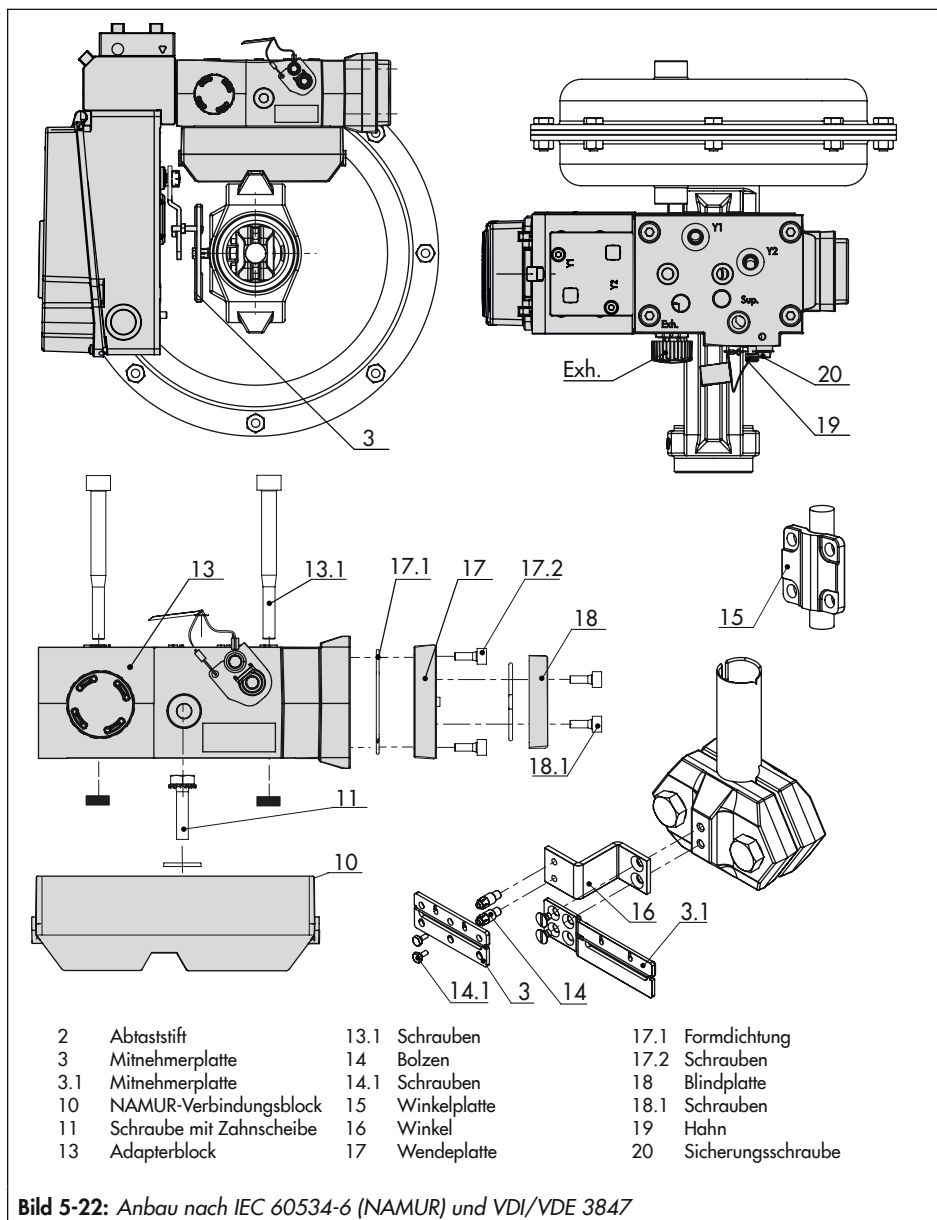

Bild 5-22: Anbau nach IEC 60534-6 (NAMUR) und VDI/VDE 3847
- Vgl. Bild 5-22
1. **Ventil Bauart 240, Antriebsgröße bis 1400-60 cm²**: Die beiden Bolzen (14) je nach Ausführung am Winkel der Kupplung oder direkt an der Kupplung festschrauben, die Mitnehmerplatte (3) aufstecken und mit den Schrauben (14.1) festziehen.